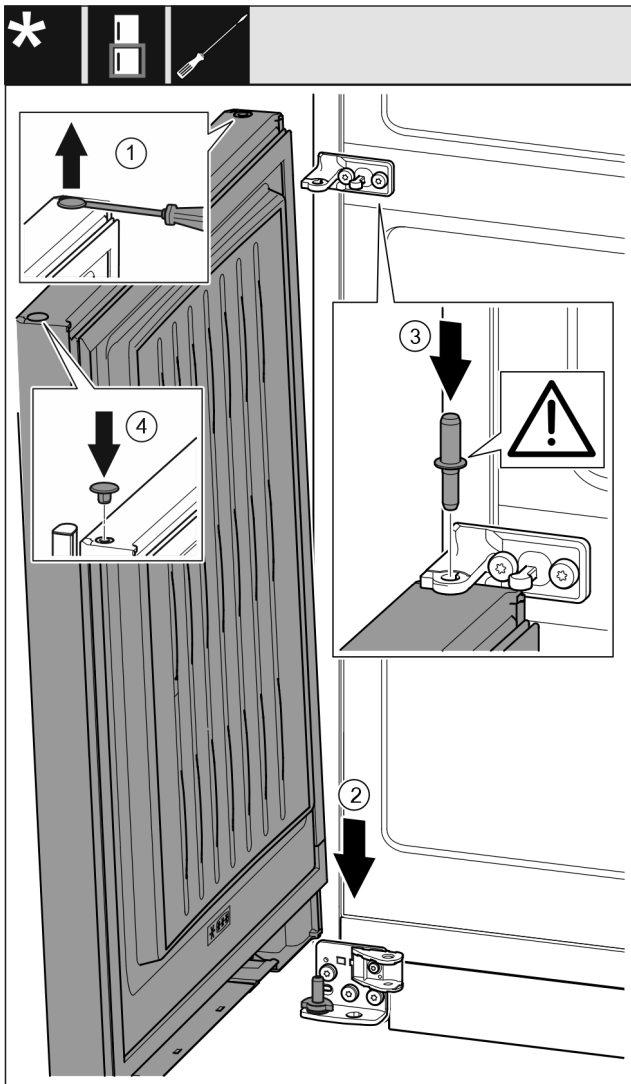

Fig. 41
- ▶ Løft proppen forsiktig opp med en skrutrekker, og trekk den ut. Fig. 41 (1)
- ▶ Sett døren ned på den nederste lagerbolten ovenfra. Fig. 41 (2)
- ▶ Sett midtre lagerbolt gjennom midtre lagerbukk i nedre dør. Pass samtidig på at låsebolten peker bakover. Fig. 41 (3)
- ▶ Sett proppen inn igjen på den andre dørsiden. Fig. 41 (4)